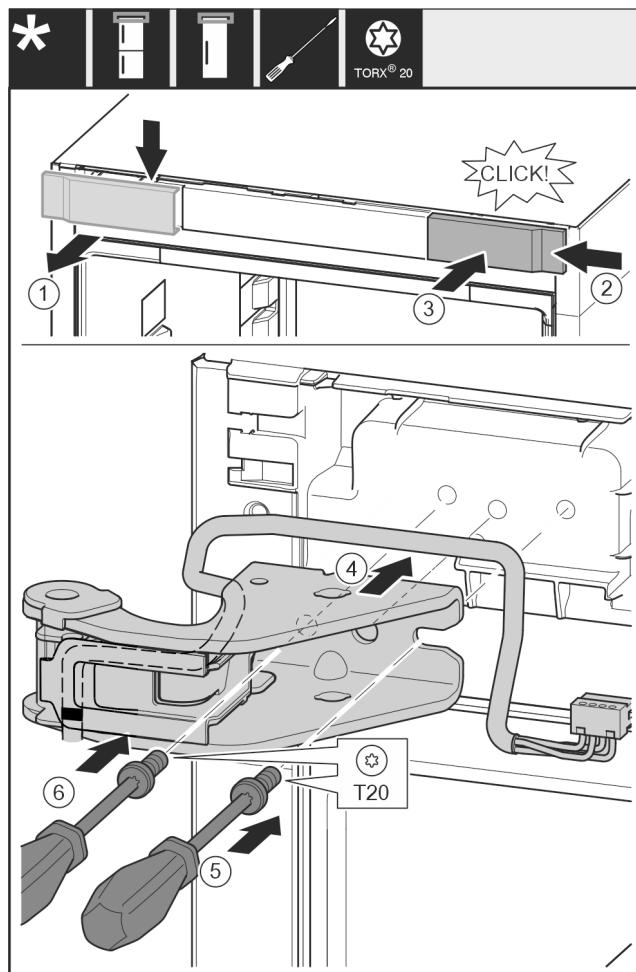

Fig. 32
- Noņemiet pārsegu no augšas uz priekšu. Fig. 32 (1)
- Iekabiniet pārsegu, pagrieztu par 180°, otrajā pusē no labās puses. Fig. 32 (2)
- Nofiksējiet pārsegu. Fig. 32 (3)
- Pielieci augšējo gultņa balstu. Fig. 32 (4)
- Pielieci skrūvi ar skrūvgriezi T20 un pieskrūvējiet. Fig. 32 (5)
- Ievietojiet skrūvi ar skrūvgriezi T20 un pievelciet. Fig. 32 (6)